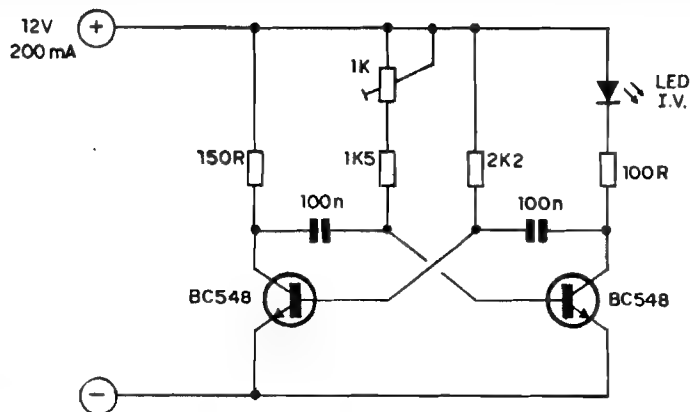

Fig.1
- **FIG. 1 - DIAGRAMA ESQUEMÁTICO DO CIRCUITO (MÓDULO EMISSOR)** - O LED infra-vermelho (o circuito admite muitas equivalências...) emite o feixe pulsado de energia luminosa invisível, simplesmente traduzindo a Frequência de oscilação de um mero FLIP-FLOP transistorizado, estruturado com dois transisto-